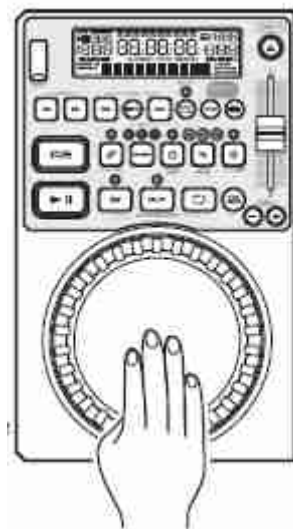

Figura 13
Questa funzione consente di scorrere un frame dopo l'altro all'interno della traccia, per trovare ed impostare un 'cue point' di avvio o un 'loop point'. Per utilizzare la funzione di scorrimento bisogna prima impostare la modalità Pause (vedere sezione 4) oppure Cue (vedere sezione 8). Una volta in modalità Pause oppure Cue ruotare la *JOG WHEEL (11)* per scorrere attraverso la traccia (Figura 13). Ruotando la JOG WHEEL in senso orario si effettua la ricerca in avanti del frame; ruotandola in senso antiorario si esegue la ricerca indietro. Quando si utilizza la *JOG WHEEL (11)* la funzione monitor (a livello cuffie) consente di ascoltare la traccia che sta scorrendo. Una volta raggiunto il punto di avvio desiderato è possibile impostare un 'cue point' di partenza premendo il pulsante *PLAY/PAUSE (13)* come mostrato in Figura 11. Premendo il pulsante *CUE (15)*, come mostrato in figura 12, riporta al punto appena impostato.